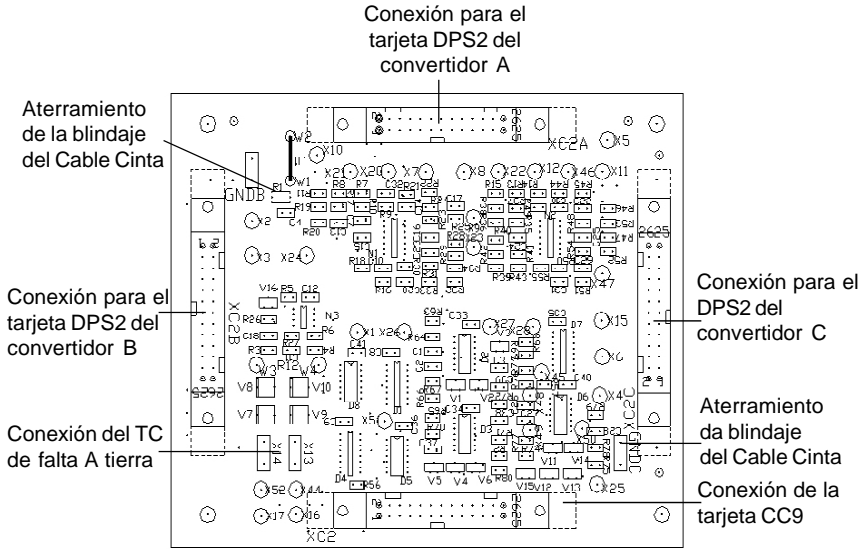

Figura 12: Terminales en la tarjeta PIB1
- ☑ Los dos terminales (tipo Faston) del TC deben ser conectados en la tarjeta PIB1 (línea 380-480V) en X13 y X14 (Figura 12).